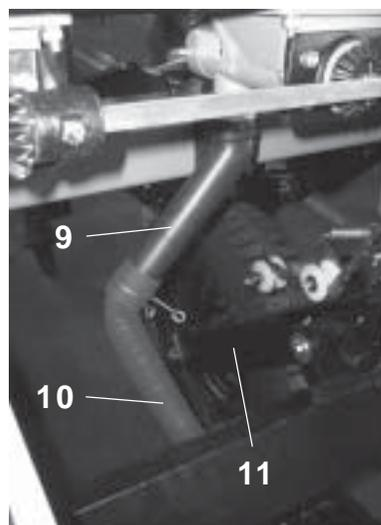

FIGURA 94
Para a linha ao lado do rodeiro (11), deverá a bica (9) e o mangote (10) serem montados na posição conforme mostra a figura ao lado, **conforme mostra a figura 94.**